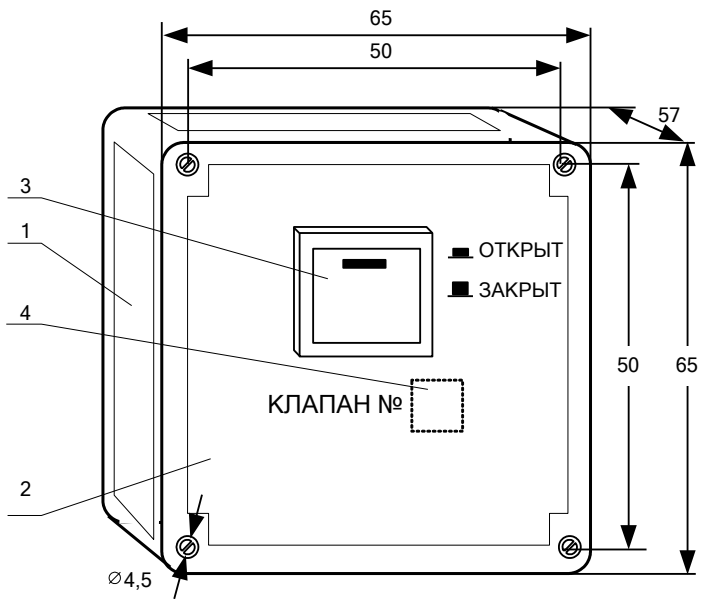
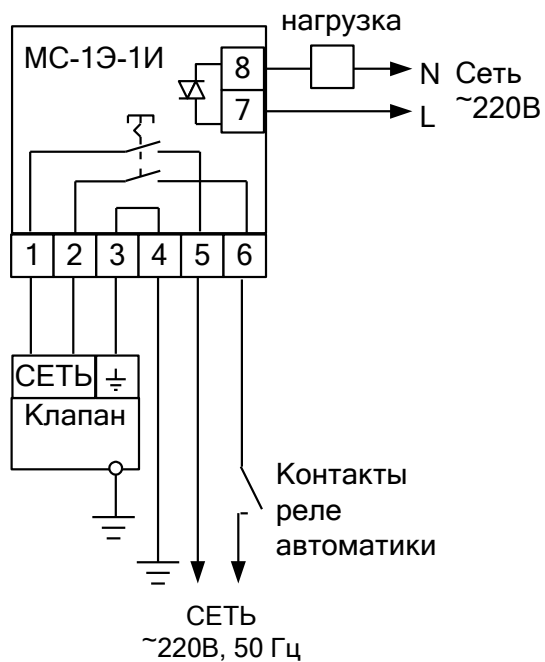

Рис.1. Прибор индикации. Внешний вид
Рис. 2. Схема электрическая соединений.
Прибор (рис. 1) выполнен в корпусе из ударопрочного полистирола со съемной лицевой панелью. На лицевой панели расположен переключатель со световым индикатором. В корпусе размещена печатная плата с электронными элементами, винтовыми клеммными зажимами. Корпус прибора имеет уплотнения для защиты от влаги и пыли. Печатная плата, электронные элементы покрыты влагозащитным лаком. На лицевой панели прибора установлен переключатель, имеющий два фиксированных положения, и предназначенный для подачи питания на клапан. В кнопку переключателя встроен светодиод, индицирующий режим работы клапана.
6.1. Снимите панель прибора, отвернув четыре пластмассовых винта. Закрепите прибор на стене (щите) через отверстия в задней панели (рис. 1). Произведите соединения в соответствии со схемой на рис.2. Закрепите панель винтами.